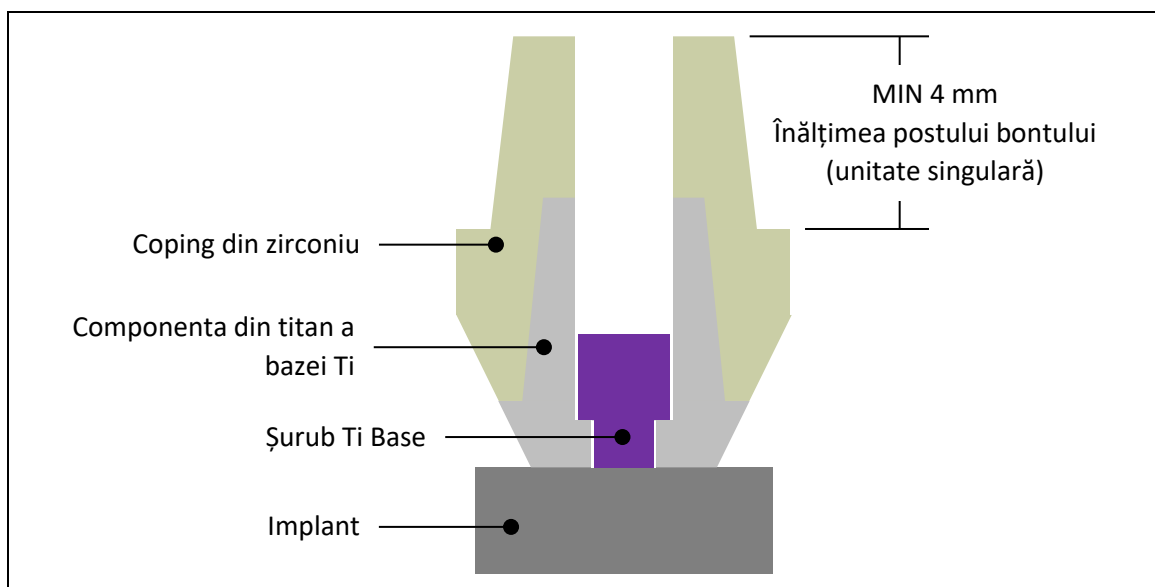

Figura 3 - Limitările de proiectare ale suprastructurii din zirconiu.
- Înălțimea pivotului bontului ≥4,0 mm (consultați Figura 3)